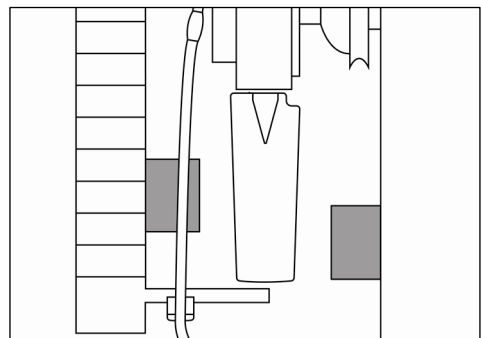

Fig. 35
- 30) Sørg for at bladene, når de er i tværposition, ikke kolliderer med genstande foran eller bag ventilatoren (minimumsafstand 5 mm (0,196") / se Fig. 35).